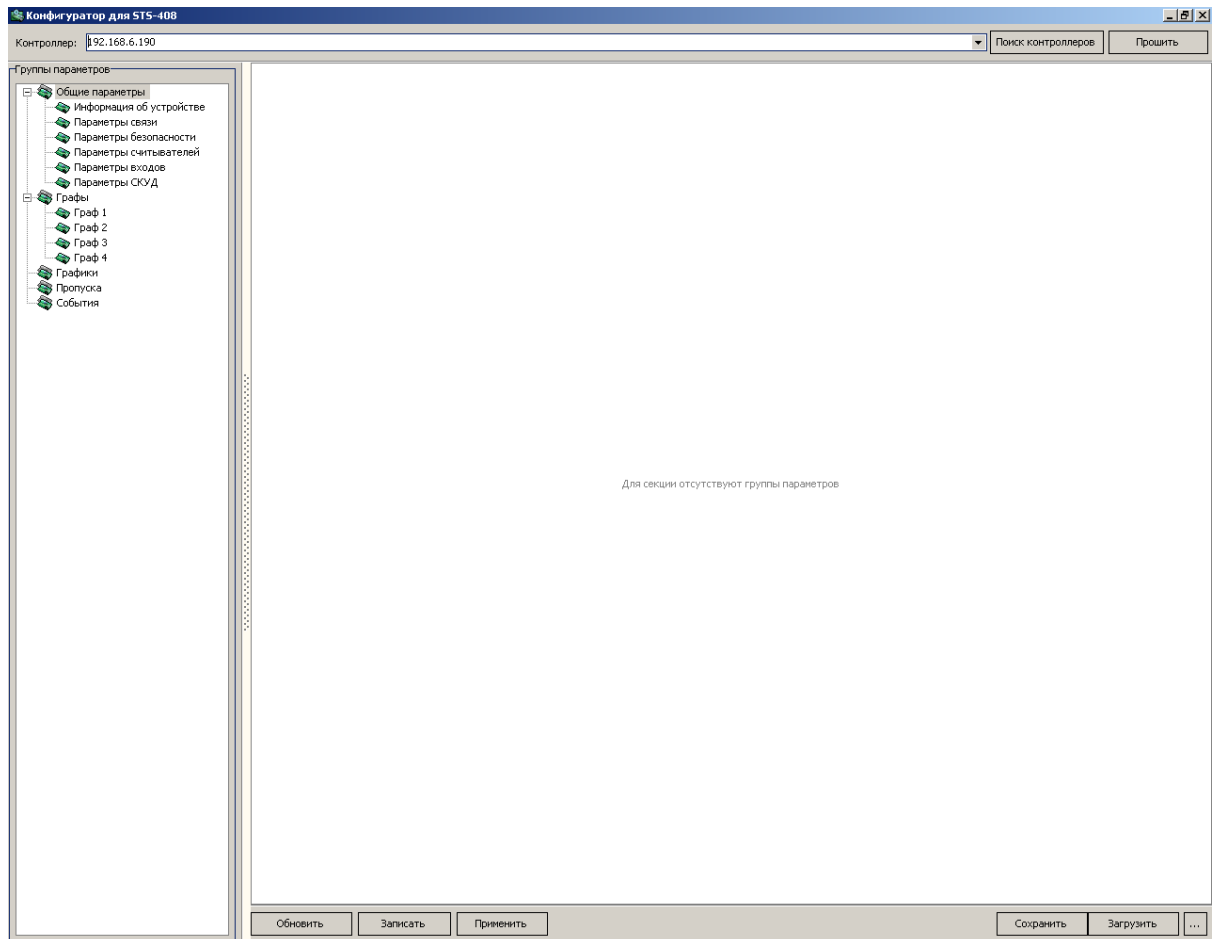

Рисунок 23
- 4) нажать кнопку «Поиск контроллеров» или ввести IP-адрес контроллера (Рисунок 23);